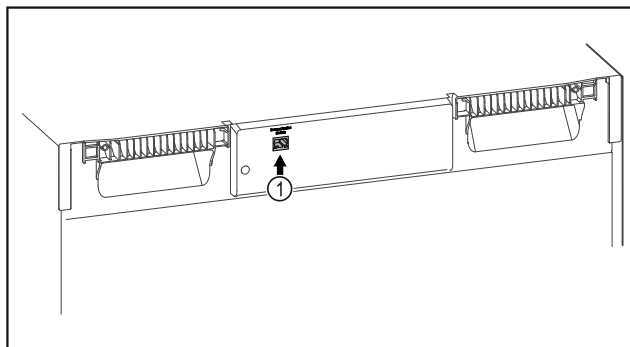

Fig. 115
- A SmartModule *Fig. 115 (1)* be van helyezve.